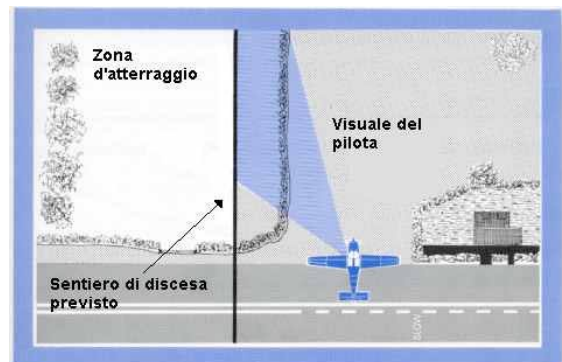

Figura 44
- 3) Allinearsi con il campo per il passaggio di ispezione, con lo scopo di valutare la presenza di ostacoli in finale e subito oltre il campo (ad esempio alberi alti, linee elettriche e fabbricati). Abbassarsi ad una quota di 40-60 metri e volare alla velocità di avvicinamento a destra del presumibile sentiero di avvicinamento. In questo modo vi sarà agevole controllare a sinistra la traiettoria del finale (figura 44).